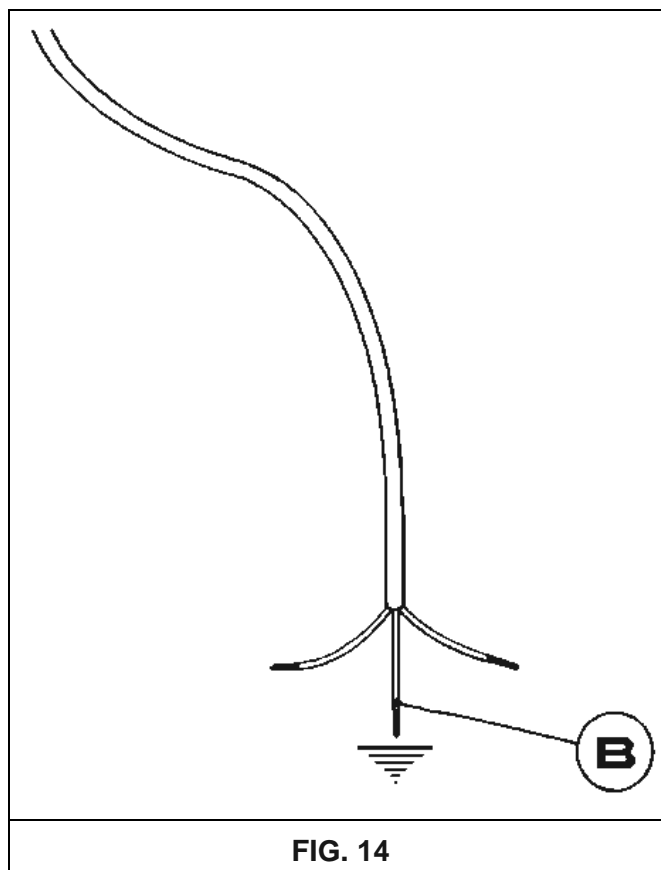

FIG. 14
*En cas de remplacement du câble d'alimentation, l'installateur devra avoir le conducteur de mise à la terre (B) plus large par rapport aux conducteurs de phase (voir la fig. 14) et, aussi, il devra observer les avertissements indiqués dans le paragraphe 8.*